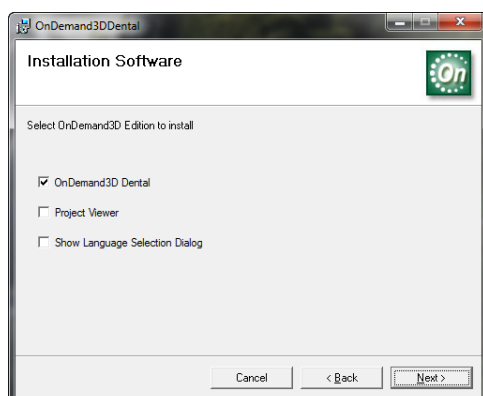

Fig. 1 Selección de elementos para la instalación
Paso 2: Siga los pasos del [Asistente Install Shield] y haga clic en [Siguiente] para continuar como se muestra en la fig. 1.